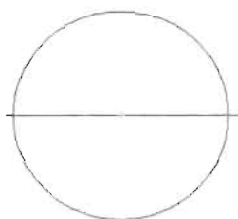

图 3-23
(2) 在“绘图”工具栏中单击“构造线”按钮, 经过圆心绘制一条水平构造线, 如图 3-23 所示, 命令执行过程如下。